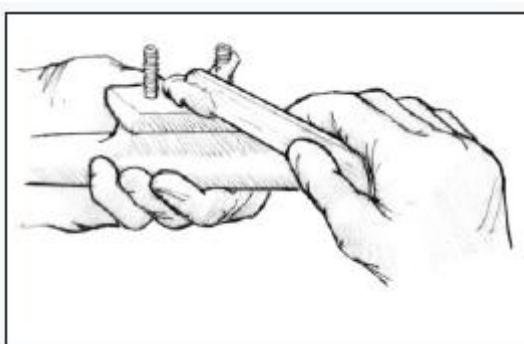

Рис.17. Покройте обратную сторону оборудования и резьбу болта загущённой эпоксидной смолой
4. Введите смесь загущённой эпоксидной смолы с наполнителем 404 или 406 в отверстие. Используйте достаточное количество смеси, чтобы не оставалось незаполненных участков после того, как болт будет введён. Покройте обратную сторону оборудования и резьбу болта загущенной эпоксидной смолой (*Рисунок 17*).